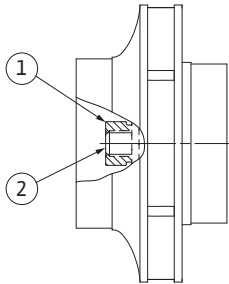

Fig. 55: Σωστή θέση του παξιμαδιού πτερωτής μετά την εγκατάσταση
29. Κρατήστε σταθερό τον άξονα (βλέπε βήμα 24) και σφίξτε το παξιμάδι της πτερωτής με την προβλεπόμενη ροπή σύσφιξης (βλέπε πίνακα «Πίνακας 11: Ροπές σύσφιξης βιδών» στη σελίδα 61). Το παξιμάδι (Fig. 55, θέση 1) πρέπει να είναι ευθυγραμμισμένο με το άκρο του άξονα με ανοχή περίπου $\pm 0,5 \text{ mm}$ (Fig. 55, θέση 2). Εάν αυτό δεν ισχύει, λύστε το παξιμάδι και επαναλάβετε τα βήματα 25 έως 29.